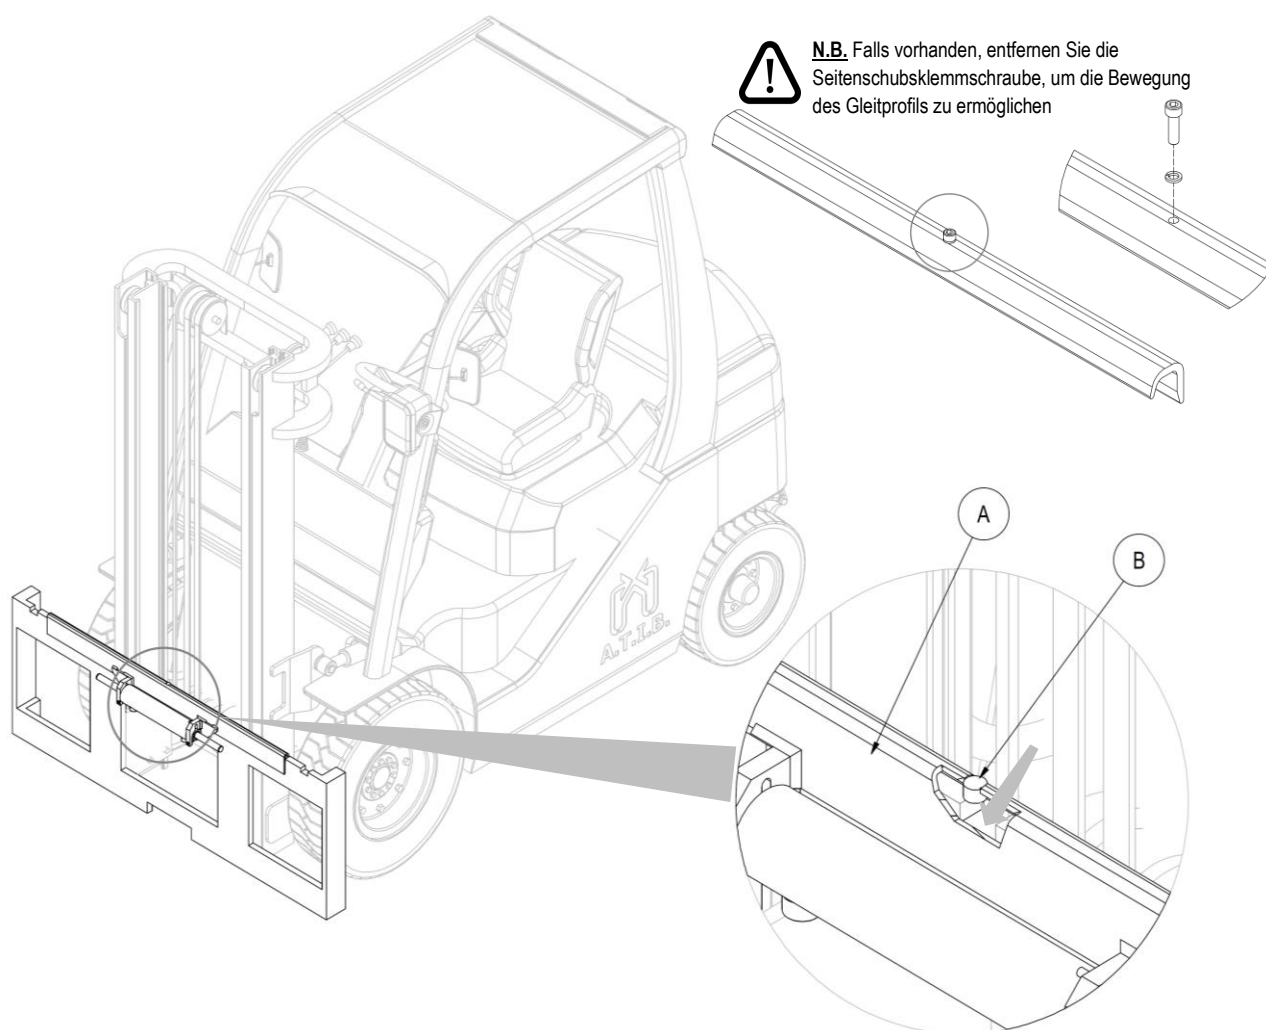

Abbildung 3
4. Nehmen Sie manuell das Gleitprofil **A** (mit dem entsprechenden Zylinder) und positionieren Sie es auf dem oberen Profil des Gabelträgers. Bitte darauf achten, dass der Zentrierstift **B** in die mittlere Kerbe des Gabelträgers einpasst (siehe *Abbildung 3*).